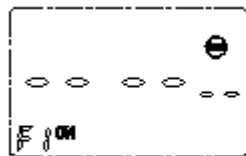
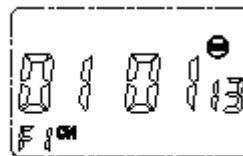
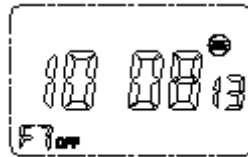

图8
图9
图11
4.2.2.1 进入法定节假日设定后屏幕左下角会显示F1 on，代表第一组法定节假日开始的日期，如该日期从未被设置过，则屏幕显示“-- -- -- --”，如图8所示，按下“R”键打开该组，或者直接按下“◀”键选择被调整的位，按“△”“▽”进行加减操作，例如2013年元旦假期开始时间为2013年1月1日，将F1 on的日期设置为“01 01 13”，主屏幕从左到右依次显示月、日、年，如图9所示，屏幕右上角的“☉”代表节假日。
4.2.2.3 持续按下“MD”键，将所有需要设置的法定节假日设置完成，如图11所示为国庆假期结束日期13年10月8日（最多可设置8组节假日），对于不需要的日期按下“R”键将其消隐，此时屏幕如图8所示。在屏幕不闪烁的状态下按下“△”“▽”键可以快速翻看设置参数。